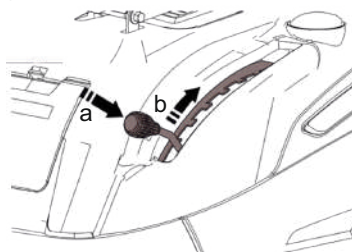

Рис. 27
Деку райдер-газонокосилки можно установить на различную высоту с помощью рычага регулировки высоты скашивания (рис. 19/С, рис. 27), расположенного слева рядом с сиденьем.
1. Нажмите (рис. 27/а) кнопку фиксации на рычаге.
2. Переместите (рис. 27/б) рычаг в нужное положение:
1. Установите максимальную высоту скашивания с помощью рычага (рис. 27).
3. Установите необходимую высоту скашивания с помощью рычага регулировки (рис. 27).